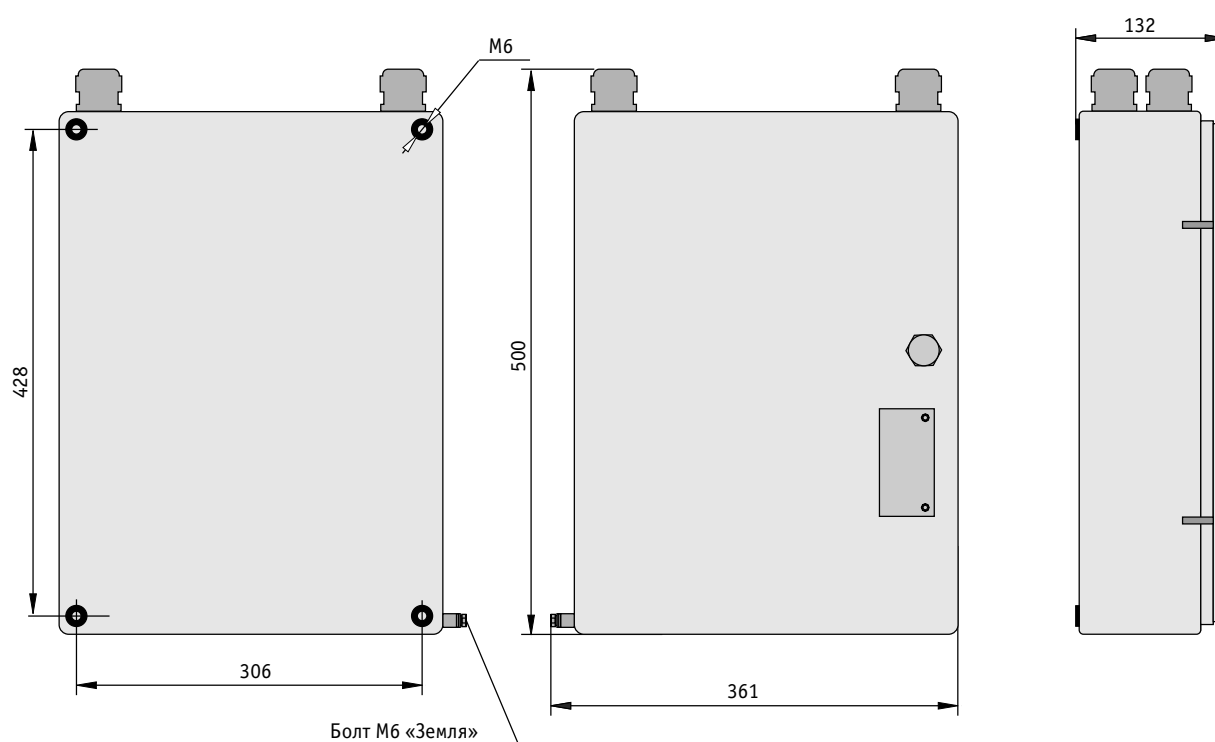

Рисунок 30
- Установить по месту ШВС согласно приложений А1–А9. Для этого просверлить четыре отверстия диаметром 7,5 мм (см. рис. 30). Крепить болтами М6х20.